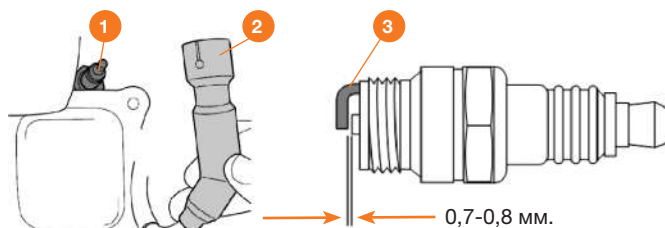

Рис. 14
1. Снимите колпачок ② свечи зажигания ① (Рис. 14).
2. Выверните свечу зажигания ① при помощи свечного ключа.
3. Проверьте свечу зажигания, замените, если она повреждена, если уплотнительная шайба в плохом состоянии или изношен электрод ③.
4. Очистите свечу зажигания от нагара металлической щеткой, измерьте зазор между электродами при помощи плоского щупа. При необходимости откорректируйте зазор, осторожно подгибая боковой электрод ③. Зазор должен быть в пределах: 0,7-0,8 мм.
6. Плотно установите колпачок ② на свечу зажигания ① (Рис. 14).